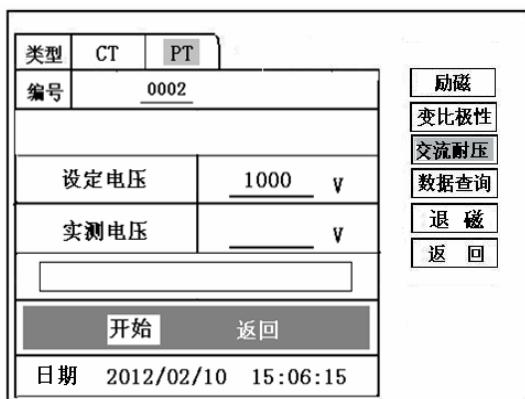

图 23, PT 交流耐压测试界面
**1) 参数设置：** 在 CT 主界面中，选择“交流耐压”后，进入测试界面（图 23），